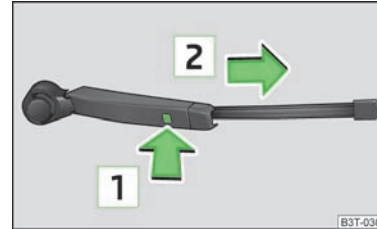

Abb. 51
- › Den Scheibenwischerarm von der Scheibe abklappen und das Scheibenwischerblatt rechtwinklig zum Wischerarm stellen » Abb. 51.